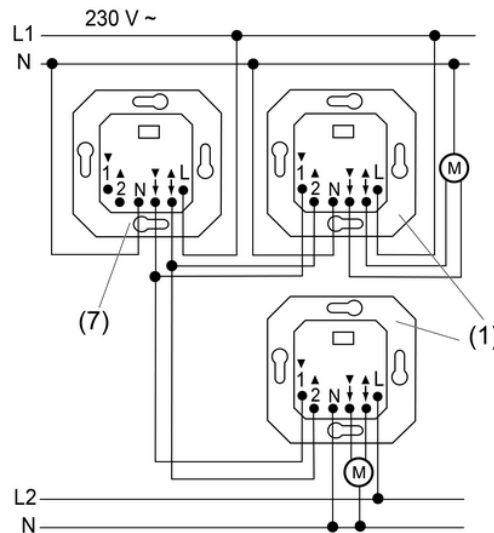

Figura 3: Esempio di collegamento controllo di gruppo
L'unità di comando veneziana può essere integrata in un controllo di gruppo (figura 3) per il controllo in sito (1) o come apparecchio centrale (7).
- Collegare l'unità di comando veneziana in base all'esempio di collegamento (figura 3). In questo caso le unità di comando veneziane possono anche trovarsi su conduttori esterni differenti.